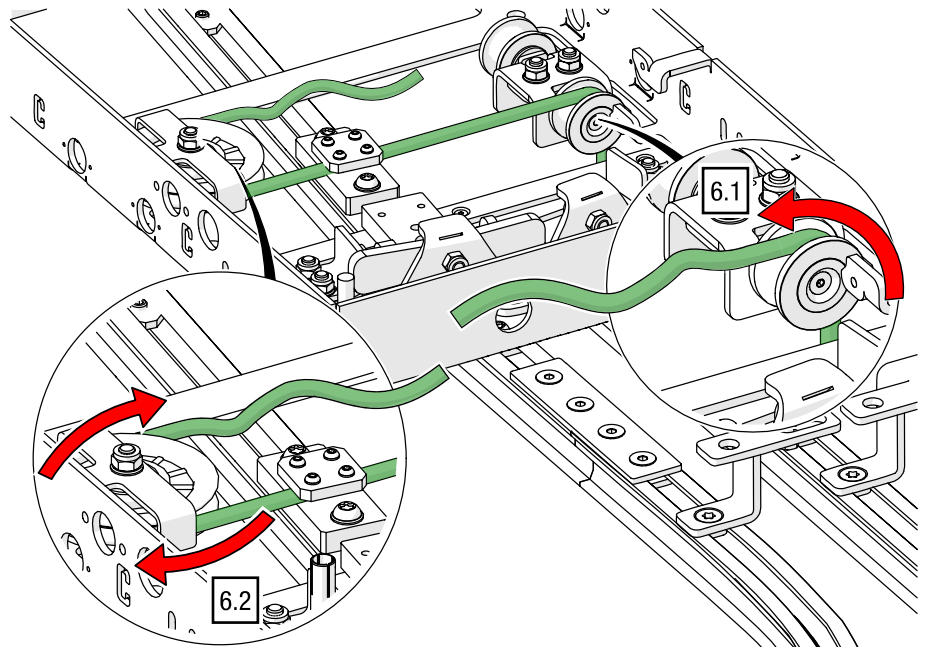

Abb. 135: Fingerweiche – Seil nach oben und durch Umlenkrolle führen
6. Führen Sie das Polyesterseil über die Ableitrolle nach oben (1), durch die gelöste Klemmplatte und durch Umlenkrolle (2; siehe Abb. 135).